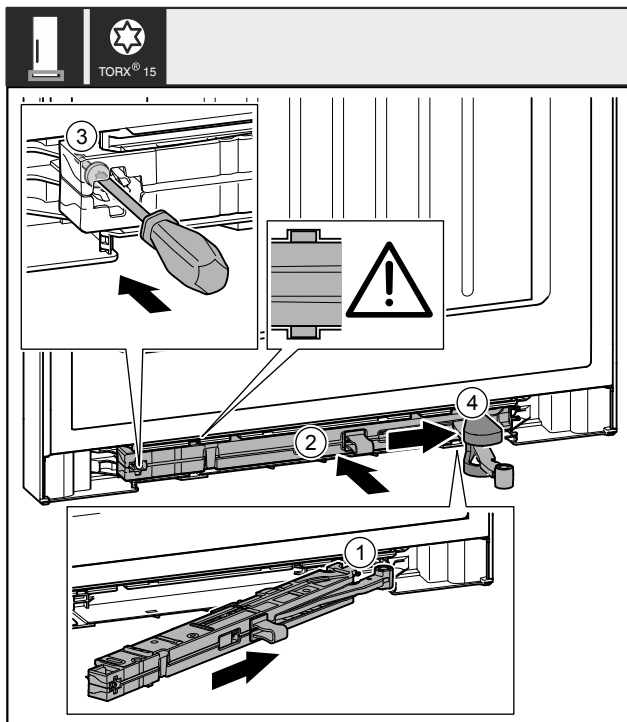

Fig. 53
- ▶ Sluitdemperunit Fig. 53 (1) aan de lagerbokzijde tot aan de aanslag schuiven in de uitsparing schuiven.
- ▶ Sluitdemperunit Fig. 53 (2) volledig in de uitsparing schuiven.
- ▶ Schroef Fig. 53 (3) met een schroevendraaier vastschroeven.
- ▶ Afdekking Fig. 53 (4) over scharnier schuiven.